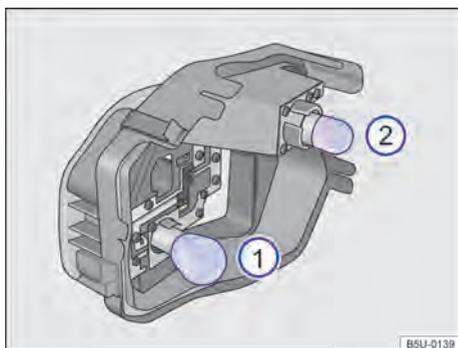

Fig. 160 No suporte das lâmpadas: localização das lâmpadas.
- 3 Para remover as lâmpadas incandescentes queimadas → Fig. 160 ① e ②, pressionar a lâmpada contra o suporte e girar, ao mesmo tempo, no sentido anti-horário.
- 5 Para inserir as lâmpadas novas ① e ② no suporte, pressionar a lâmpada e girar, ao mesmo tempo, no sentido horário, até o batedente.
A localização e a identificação das lâmpadas incandescentes → Fig. 160 estão relacionadas a seguir: